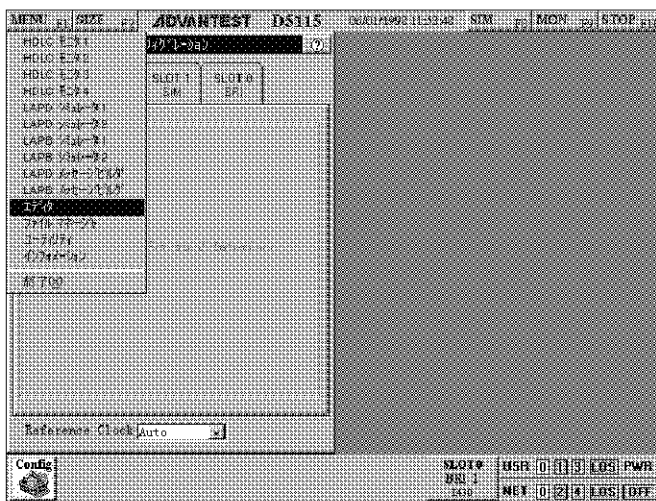

図 3-10 機能モジュール選択メニュー
1. **F1** を押して機能モジュール選択メニューを表示します。(図 3-10 を参照)
1. 機能モジュール選択領域 (画面最上段の最左部に表示されている **F1** の領域) をクリックして機能モジュール選択メニューを表示します。(図 3-10 を参照)